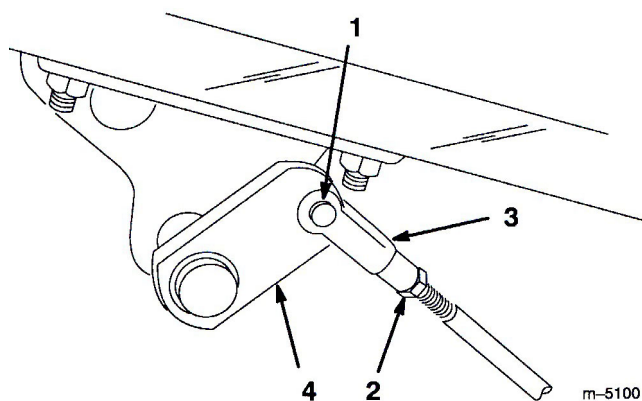

図 43
2. ブレーキが片効きであれば、コッター・ピンとクレビス・ピンを外して、ブレーキロッドを外す(図43)。
3. ジャムナットをゆるめ、クレビスを調整する(図43)。
4. クレビスをブレーキ・シャフトに取り付ける(図43)。